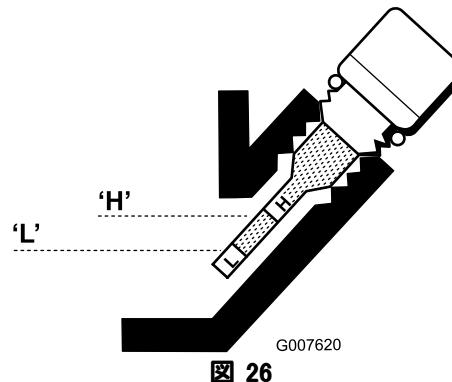

図 26
3. ゲージをウェスできれいに拭き、もう一度差し込む。ゲージはネジ込まずにさし込む。引き抜いて油量を点検する。量が不足している場合には、ゲージの読みが H と L の間にになるまで、必要量だけオイルを補給する（図 26）。油量を確認する。入れすぎないこと。